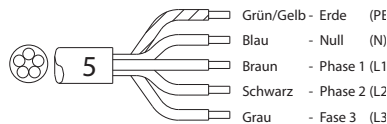

Abb. 9
- (Abb. 9) 3 N~ 400V (5 adriges Kabel)